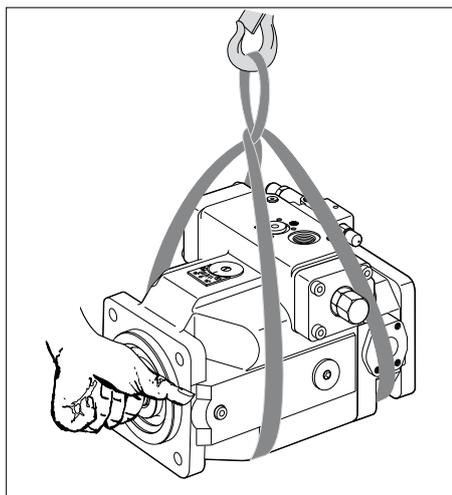

Рис. 20: Транспортировка при помощи стропа
- ▶ Наложите строп вокруг аксиально-поршневой машины так, чтобы он не проходил через навесные элементы (например, клапаны), и чтобы аксиально-поршневая машина не висела на навесных элементах (см. рис. 20).